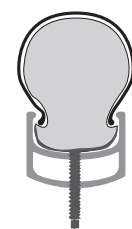

Figura 17. Tenga cuidado de que la cámara no quede atrapada bajo los labios de la cubierta.
- Introduzca la base del vástago de la válvula en la cubierta para que no quede atrapada entre el labio de la cubierta y la llanta (Figura 17).